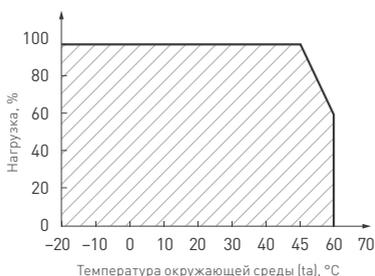

Рис. 3.
- 4.3. Не нагружайте источник питания более чем на 80% от его максимальной мощности. Учитывайте, что с повышением температуры окружающей среды максимальная мощность источника питания снижается (см. график зависимости на рис. 3).